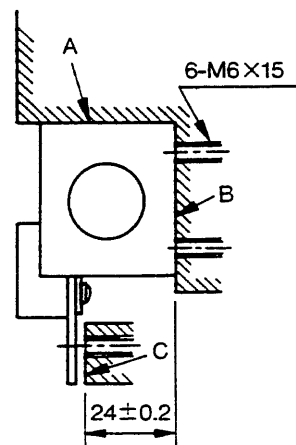

Fig. 1
- スケール,及びスライダの取付位置が決まりましたら,外形寸法図に従って,取付穴の位置にそれぞれM6×15のタップ穴をたてて下さい。(Fig.1)